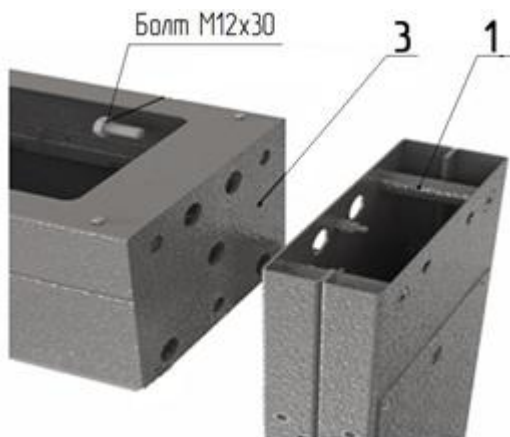
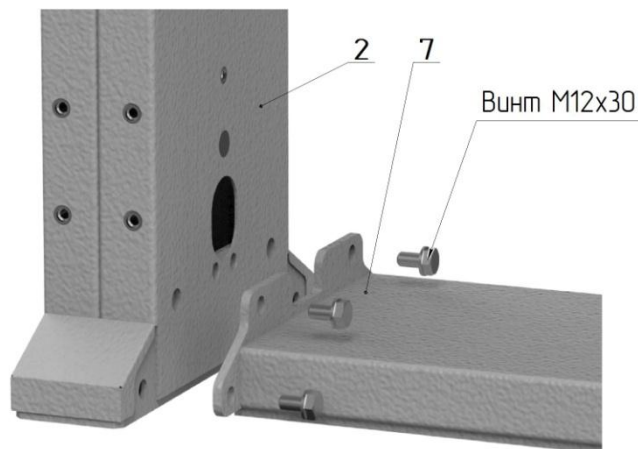

Рис. 1
Рис. 2
6.2.1. Сборка турникета (рис. 1, 2, 3);
- положите на пол на боковую плоскость раму привода **3** (рис. 1), (предварительно постелив лист картона), рядом аналогично положите стойку крыла прохода **1** и стойку ограничения прохода **2**; состыкуйте указанные элементы друг с другом присоединительными элементами и закрутите по три болта M12 с каждой стороны; поставьте собранный портал вертикально на месте установки турникета; закрепите к стойке ограничения прохода **2** напольную плиту **7** (рис.2) четырьмя винтами M12;